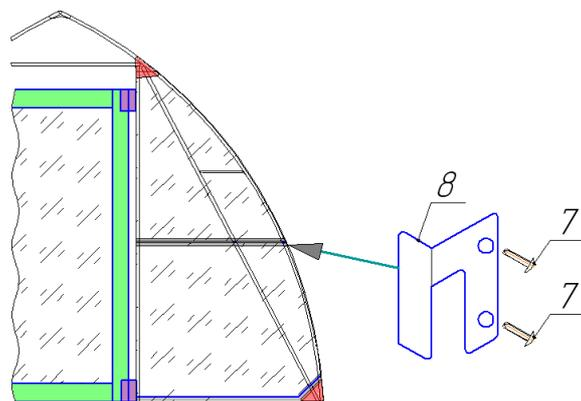

Рис. 19
4.21 Для фиксации двери в открытом положении необходимо установить фиксатор №8 (рис.19) на наклонную часть торцевой секции.